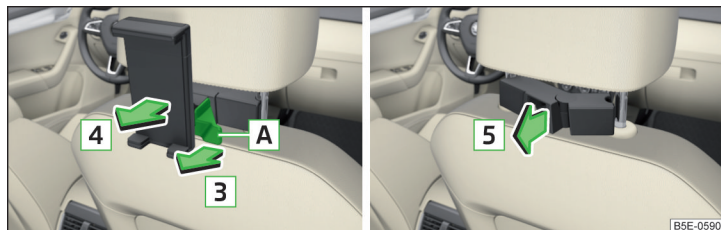

Fig. 122 Retirar: Soporte / adaptador
- ▶ Para **retirar**, tirar en el cinturón de seguridad **A** en el sentido de la flecha **3** y tomar el soporte del adaptador en el sentido de la flecha **4** » fig. 122.